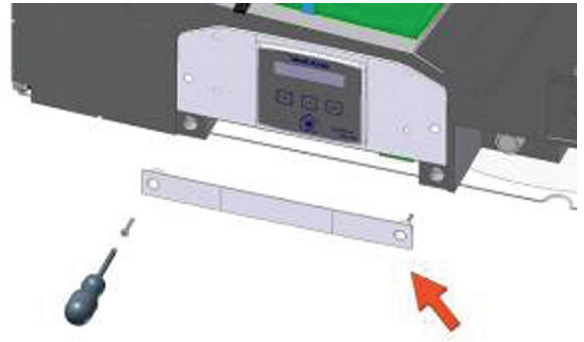

Fig. 4: Demontarea capacului panoului electric (partea frontală)
3. Deșurubați cele 2 șuruburi de pe capacul bornei din partea frontală a aparatului. (vezi fig. 4)